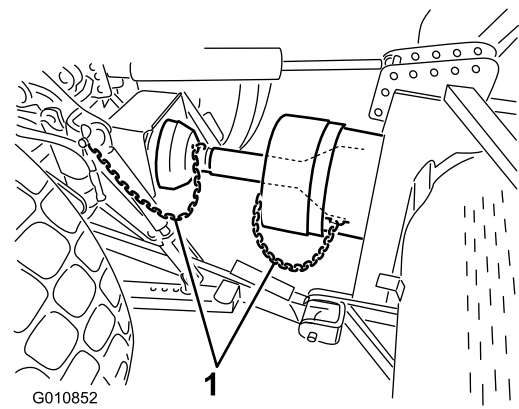

Bild 22
6. Schließen Sie die Abdeckungssicherheitsketten am Zapfwellenschutzblech und der Traktorhalterung an (Bild 22). Stellen Sie sicher, dass die Ketten beim Anheben und Absenken des Aerifizierers nicht stramm werden.